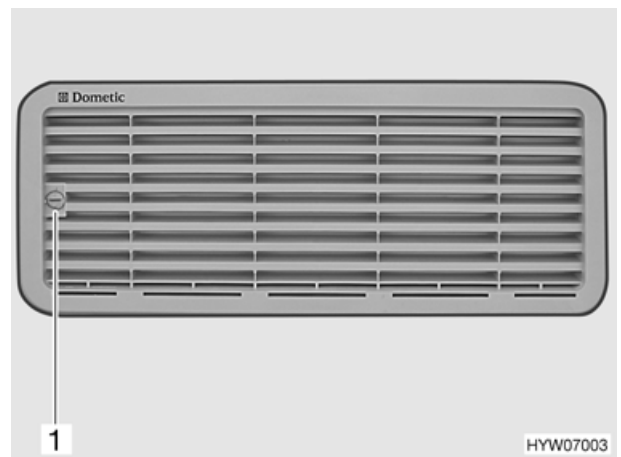

Fig. 85 Griglia di aerazione del frigorifero (variante 1)
- Con l'ausilio di una moneta ruotare la vite (Fig. 85,1) di un quarto di giro.